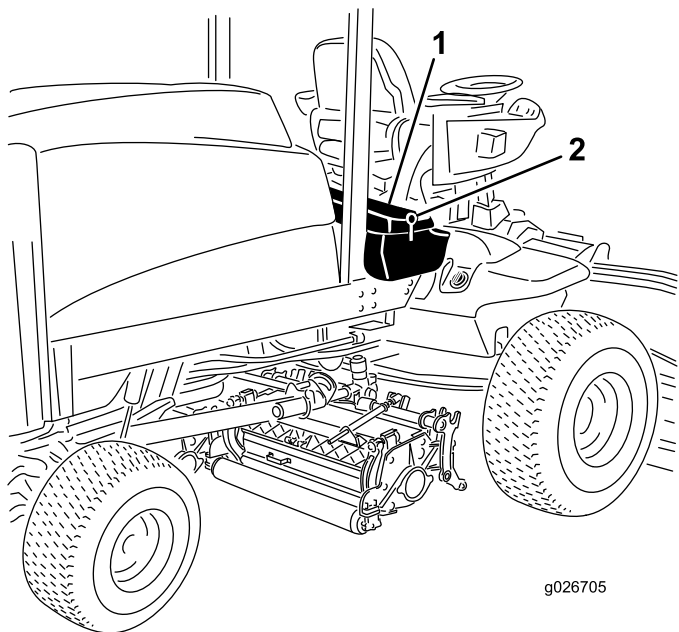

Figura 80
1. Desbloqueie e eleve o painel da consola do operador (Figura 80).